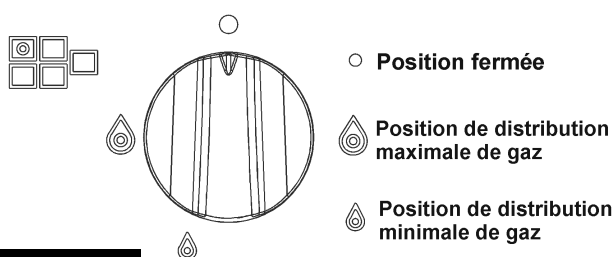

FIG. 21
Enfoncer et tourner dans le sens inverse des aiguilles d'une montre le bouton correspondant au brûleur à utiliser, l'amener sur la position Maximum (grande flamme fig. 21) et approcher une allumette du brûleur.
Enfoncer et tourner dans le sens inverse des aiguilles d'une montre le bouton correspondant au brûleur à utiliser, l'amener sur la position Maximum (grande flamme fig. 21) puis enfoncer et relâcher le bouton d'allumage.
Enfoncer et tourner dans le sens inverse des aiguilles d'une montre le bouton correspondant au brûleur à utiliser, l'amener sur la position Maximum (grande flamme fig. 21) puis enfoncer le bouton à fond.
Avec les brûleurs dotés d'un thermocouple de sécurité, il faut tourner dans le sens inverse des aiguilles d'une montre le bouton correspondant au brûleur à utiliser, l'amener sur la position Maximum (grande flamme fig. 21) jusqu'à entendre un léger déclic puis enfoncer le bouton et répéter les opérations indiquées précédemment. Lorsque l'allumage a eu lieu, maintenir le bouton enfoncé pendant 10 secondes environ.
- Lorsque l'ébullition a été atteinte, amener le bouton sur la position Minimum (petite flamme fig. 21).